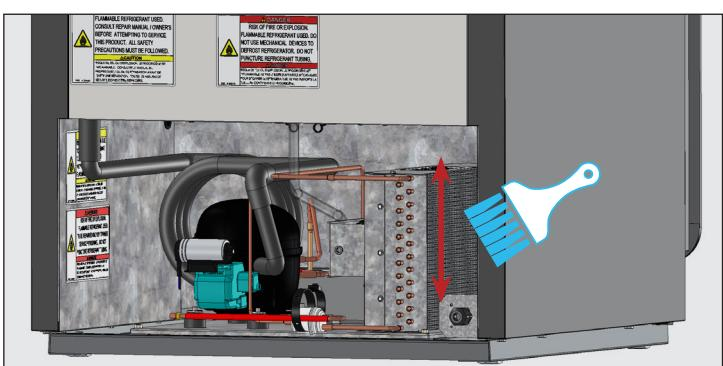

Рис. 3. При чистке не допускается вести щетку поперек ребер.
- Щеткой с жесткой щетиной тщательно очистить передние ребра змеевика конденсатора от накопившейся грязи. См. рис. 3.